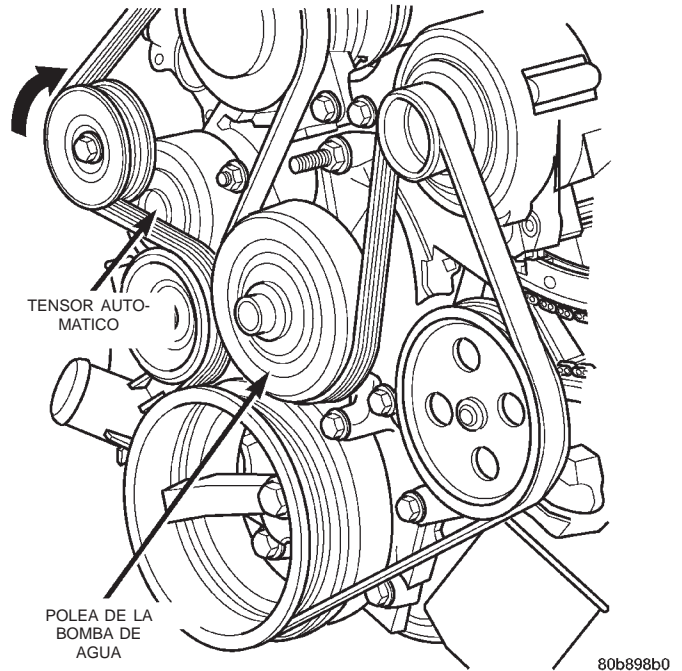

Fig. 33 Tensor automático de correa—motor 4.7L
(6) Retire la cubierta del ventilador y el conjunto de aletas del ventilador y transmisión viscosa del ventilador como una unidad completa.
(7) Después de retirar el conjunto de aletas del ventilador y transmisión viscosa del ventilador, **no** coloque la transmisión viscosa térmica del ventilador en posición horizontal. Si se guarda en posición horizontal, el líquido de silicona contenido en la transmisión viscosa del ventilador puede drenar dentro de su conjunto de cojinete y ensuciar el lubricante.
(9) Retire la correa de transmisión de accesorios de la siguiente forma: La correa de transmisión está equipada con un tensor automático con carga de muelle. Afloje la tensión de la correa girando el tensor hacia la derecha (visto desde adelante) (Fig. 33). Retire la correa de transmisión de accesorios, cuando ya se ha liberado toda la tensión de la correa.
(10) Retire la abrazadera de la manguera inferior del radiador y desmonte la manguera inferior de la bomba de agua.
(11) Retire los siete pernos de instalación y el perno prisionero de la bomba de agua.
(3) Haga girar la bomba de agua para asegurarse de que el impulsor de la bomba no roza contra la caja o tapa de la cadena de distribución.
(4) Conecte la manguera inferior del radiador a la bomba de agua.
(5) Afloje la tensión del tensor de la correa (Fig. 33). Instale la correa de transmisión.